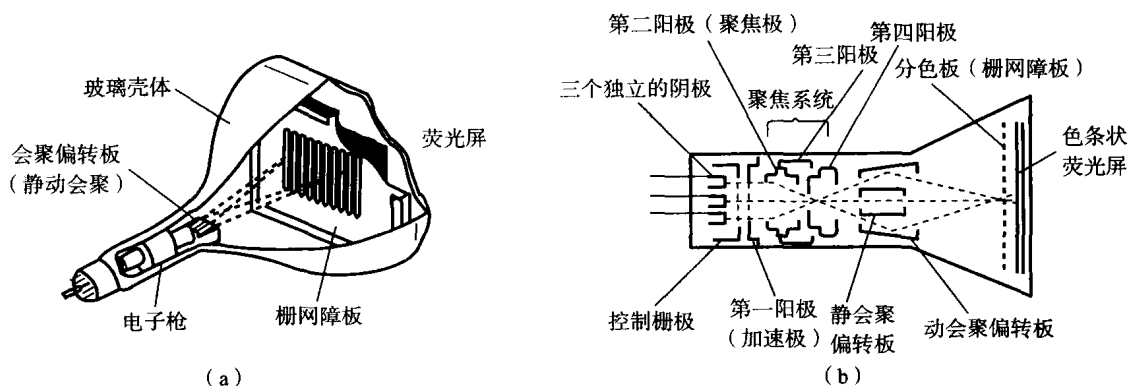
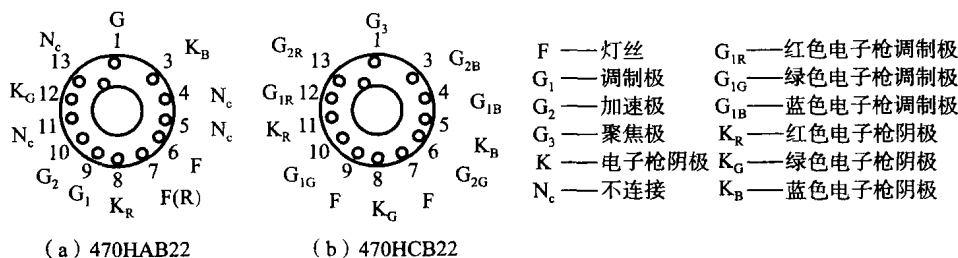

图 1.3 单枪三束式显像管的构造及工作原理图
图 1.4 彩色显像管管脚连线图
(2) 彩色显像管的构造及管脚连线名称。单枪三束式显像管的构造及工作原理图如图 1.3 所示, 其红、绿、蓝三枪的调制极是合在一起公用的。自会聚显像管的红、绿、蓝调制极也是公用的, 其测试方法与单枪三束显像管类似, 其构造及工作原理图从略。常见彩色显像管管脚连线图如图 1.4 所示。